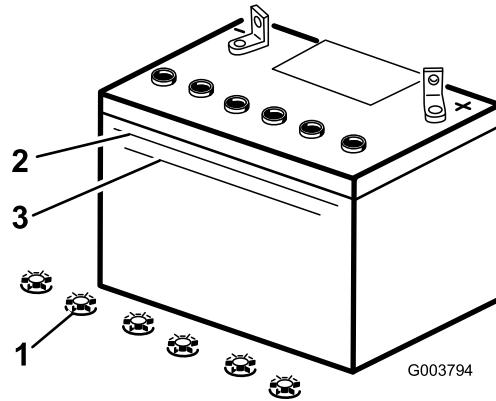

Figura 37
- Osservate il fianco della batteria. L'elettrolito deve raggiungere la linea superiore (Figura 37). Non lasciate scendere l'elettrolito sotto la linea inferiore (Figura 37).
- Togliete i tappi di rifornimento dalla batteria (Figura 37).
- Aggiungete lentamente acqua distillata in ogni elemento della batteria finché l'elettrolito non raggiunge la linea superiore (Figura 37) sulla scatola della batteria.
5. Attendete cinque o dieci minuti dopo avere riempito gli elementi della batteria. All'occorrenza, aggiungete acqua distillata finché l'elettrolito non raggiunge la linea superiore (Figura 37) sulla scatola della batteria.